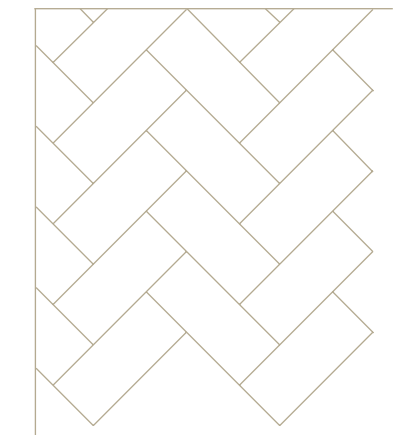

Abb. 4: Zuschneiden zur Wand.
5. Dielen und Passstücke zu den Wänden so zuschneiden, dass der Abstand zur Wand immer 10-15 mm beträgt. Siehe Abb. 4.